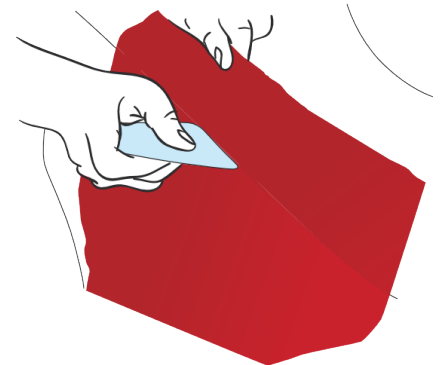

Abbildung 33
- › Kennzeichnen Sie mit dem Finger die Umrisse des Bereichs. Ziehen Sie die Folie vom angrenzenden Abschnitt ab und schieben Sie diese mit der Rakel in die Aushöhlung, um den Rand der Fuge deutlich zu kennzeichnen. (Abb. 33)